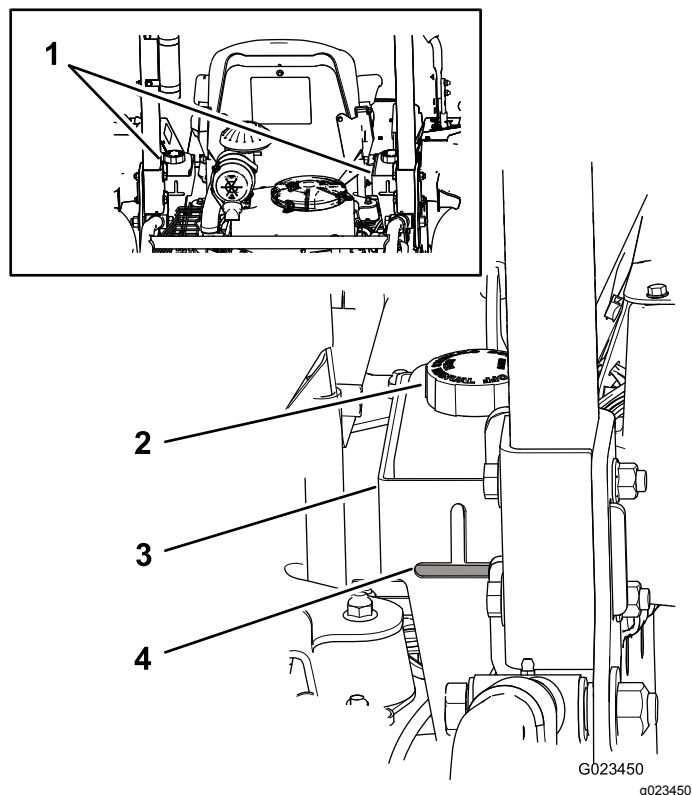

Рисунок 17
Баки машины заполняются на заводе высококачественной гидравлической жидкостью. Уровень гидравлической жидкости следует проверять, когда жидкость холодная. Машина должна находиться в положении транспортировки. Если уровень рабочей жидкости находится ниже верха горизонтальной части выреза смотрового стекла на задней поверхности гидравлических баков (Рисунок 17), долейте жидкость, чтобы довести ее уровень до приемлемого значения. **Не переполняйте баки.** Если уровень жидкости находится на верхней отметке горизонтальной части смотрового стекла, добавлять жидкость не требуется. Рекомендуемая жидкость для замены:
Примечание: Уровень жидкости должен располагаться у низа каждого из отверстий, как показано на Рисунок 17.
- A. Очистите область вокруг крышек гидравлических баков, чтобы предотвратить попадание мусора в систему (Рисунок 17).